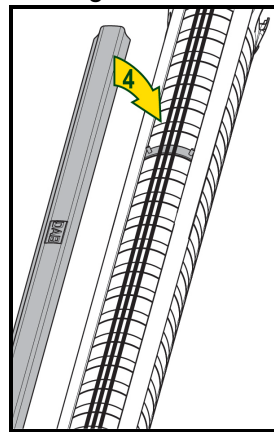

Fig.2
2. Lägg i motorkablarna (fig. 2).
3. Placera kabelkanalen ovanpå kablarna (fig. 2).